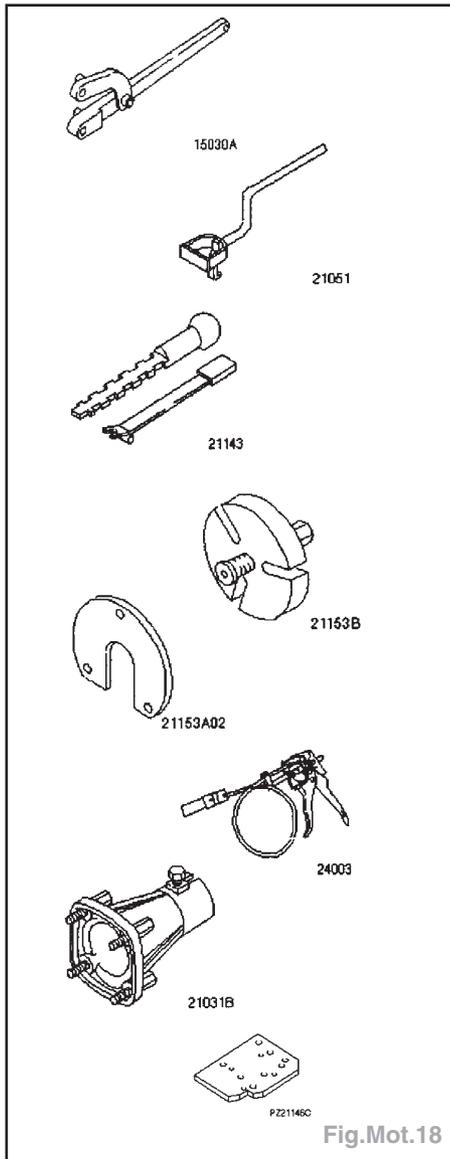

Fig.Mot.18
- Outils spéciaux (Fig.Mot.18) :